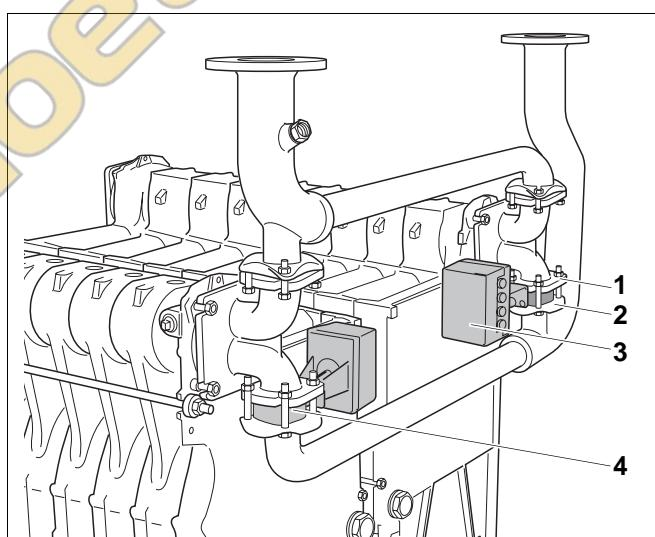

Рис. 31 Монтаж кольцевых дроссельных клапанов и серводвигателей
Следующим шагом должна быть установка обоих кольцевых дроссельных клапанов с серводвигателями (рис. 31, **поз. 3**) между присоединительными фланцами обратной линии и соединительными элементами.
- Установите дроссельные клапаны (рис. 31, **поз. 3**) так, чтобы серводвигатели были направлены к середине котла. Электропроводка должна находиться сверху.
- Вставить кольцевые дроссельные клапаны (рис. 31, **поз. 3**) с наклеенными уплотнениями между фланцами трубы обратной линии (рис. 31, **поз. 2**) и соединительного элемента (рис. 31, **поз. 1**) соответствующего котлового блока (1-я или 2-я ступень).